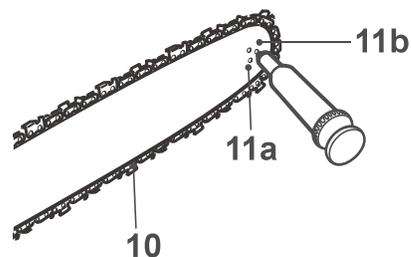

Fig. 45
**NOTA:** não é necessário remover a corrente (10) para lubrificar a roda dentada (11b). A lubrificação pode ser efetuada enquanto trabalha.
2. Utilizando uma pistola de lubrificação descartável, insira a ponta da agulha no orifício de lubrificação (11a) e injete massa até surgir no rebordo exterior da roda dentada (11b) (Fig. 45).
3. Certifique-se de que o travão da corrente está desengatado. Rode a corrente (10) com a mão protegida por luvas. Repita o procedimento de lubrificação até que toda a roda dentada (11b) esteja lubrificada.